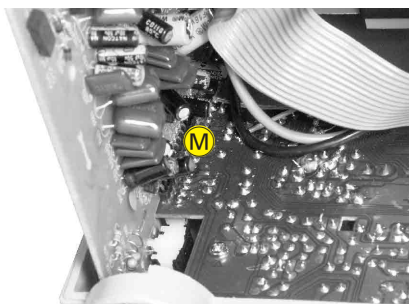

Fig. 7
- Haupt-Platte aus dem Steckverbinder (M) (Fig. 7) herausziehen.
- Pull out the main board from the connector (M) (Fig. 7).